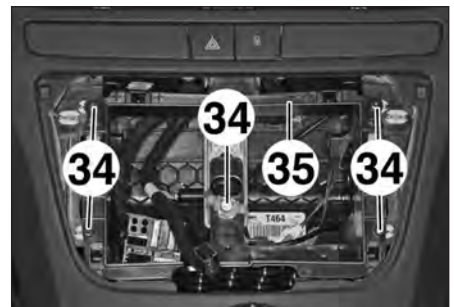

FIG.40
- les vis (34) (Fig.40),
- le support d'autoradio (35),